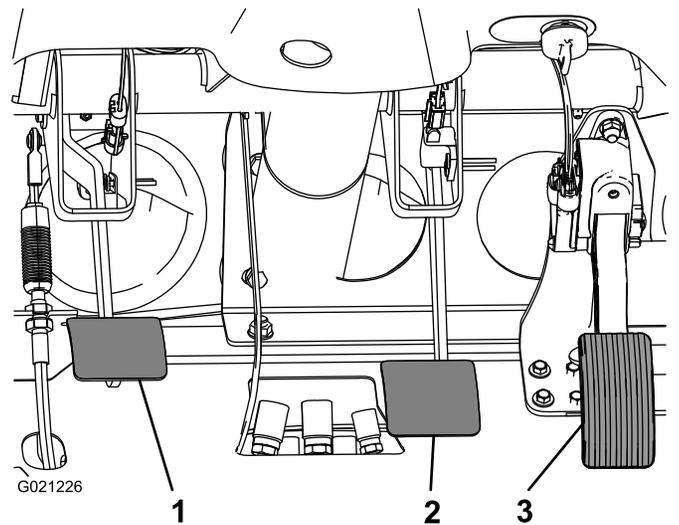

図 67
2. ブレーキペダル図 67を持ち上げてフレームに接触させる。
3. ヨークをマスターシリンダ・シャフトに固定しているジャムナットをゆるめる図 67。